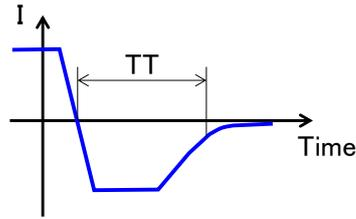

图 14. 反向恢复特性曲线
**TT** 代表反向恢复特性 (渡越时间)。在将正向偏置转换为反向偏置时, 存储的电流载体不断向反向移动 (扩散), 使电流也向反向流动, 之后会因为电流载体的浓度减少, 电流停止流动 (如图 14 所示)。**TT** 就是代表从切换开始为反向偏置到反向电流停止流动为止的时间。此时间越短表示二极管的响应特性越好。